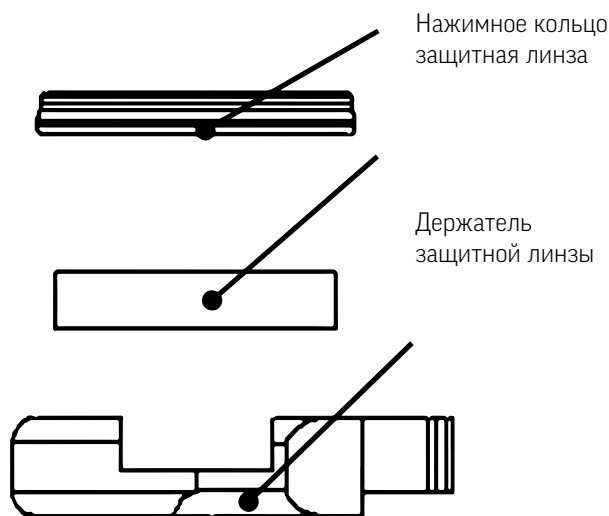

Рисунок 1.2 - Конструкция защитной линзы
- › Откройте скобу, затем откройте крышку защитной линзы и извлеките держатель защитной линзы, взяв за ручку (рисунок 1.2)